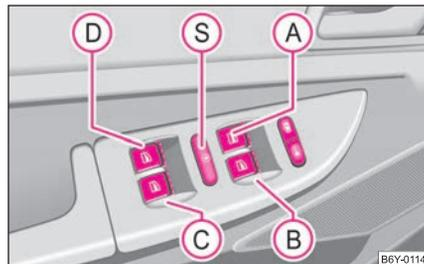

Abb. 29 Tasten in der Fahrertür
⇒ Seite 40, Abb. 29, Beifahrertür und in den hinteren Türen*.
Sie können durch Drücken des Sicherheitsschalters (S) ⇒ Seite 40, Abb. 29 die Schalter der Fensterheber in den hinteren Türen außer Funktion setzen. Durch wiederholtes Drücken des Sicherheitsschalters (S) sind die Tasten der Fensterheber in den hinteren Türen wieder in Funktion.
- Werden auf den Rücksitzen Kinder befördert, wird empfohlen, die elektrischen Fensterheber der hinteren Türen außer Funktion zu setzen (Sicherheitsschalter) (S) ⇒ Seite 40, Abb. 29.